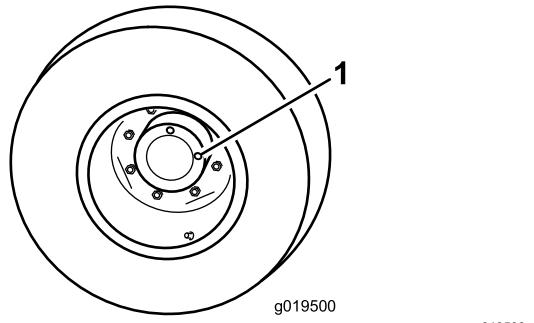

Figura 15
1. Con la macchina parcheggiata su terreno pianeggiante, posizionate la ruota in modo che un tappo di controllo (Figura 15) si trovi a ore 12 e l'altro a ore 3.
1. Tappo di controllo/spruzzo (2)
- Rimuovete il tappo a ore 3 (Figura 15). L'olio deve essere in fondo al foro del tappo di controllo.